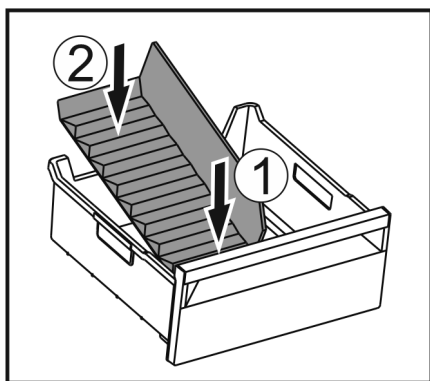

Fig. 62
- Vstavite sprednji del pregrade predala za led. Fig. 62 (1)
- Zadnji del pregrade predala za led spustite do dna predala. Fig. 62 (2)